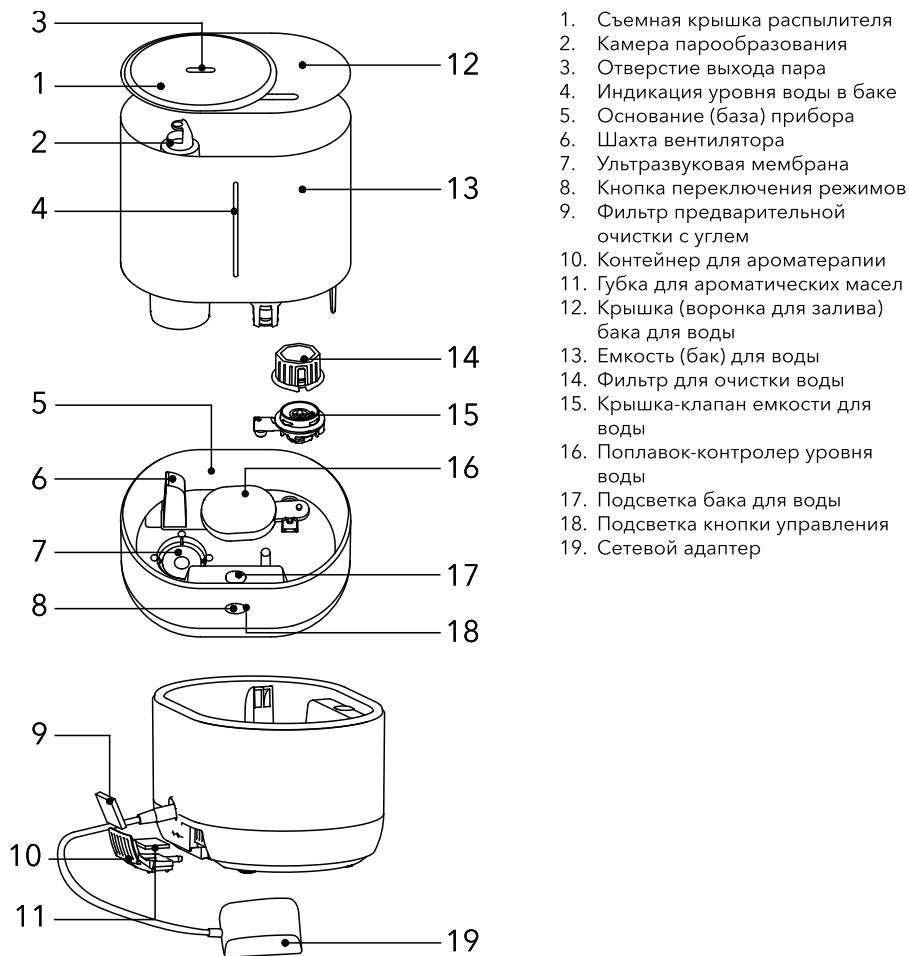

Рис. 1 Описание прибора
3. Налейте чистую воду непосредственно в емкость для воды. Уровень воды не должен превышать отметку MAX внутри бака (рис.2). Воду можно заливать в воронку для залива воды (рис.1).
При перемещении увлажнителя всегда держите прибор за основание (рис. 1), во избежание падения части прибора, с основными электронными узлами. Если в приборе есть вода, во избежание ее попадания в электронные узлы через шахту вентилятора (рис. 1), держите его горизонтально.
1. До начала чистки необходимо выключить прибор кнопкой переключения режимов (рис. 1) и отключить устройство от сети.
2. Снимите крышку распылителя и выньте емкость для воды (рис. 1). Слейте воду из основания прибора. Следите за тем, чтобы вода не попала в шахту вентилятора. Если это произошло, необходимо дать прибору высокнуть и обратиться в сервисный центр.